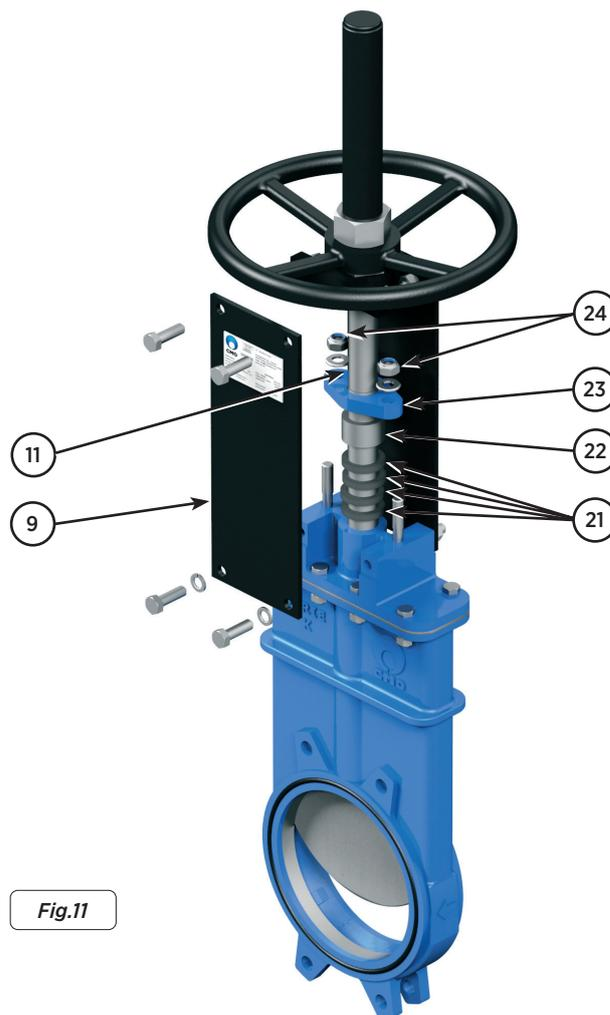

Fig.11
3. Embora não seja imprescindível, para ter maior comodidade e espaço para trabalhar é aconselhável soltar uma placa de suporte (9), tal como mostra a fig. 11.
4. Soltar as porcas (24) e elevar o flange vedante (23) e o casquilho vedante (22) acima da haste.
5. Extrair o revestimento (21) antigo com uma ferramenta pontiaguda, procurando não danificar a superfície da haste (11).
7. Introduzir o revestimento novo (21). Durante esta operação é muito importante que ambas as extremidades de cada anilha fiquem perfeitamente unidas. A seguir mostramos as dimensões do revestimento (tabela 3).
8. Colocar o casquilho vedante (22) e o flange vedante (23) na posição original, tendo em conta que não deverão tocar na haste (11); apertar cuidadosamente todas as porcas (24) de modo cruzado, assegurar-se de que existe a mesma distância entre o flange vedante (23) e a haste (11) a toda a volta. Voltar a montar a placa de suporte (9).